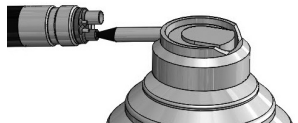

figure 4
2. Insérez la buse dans le conduit d'air d'entraînement de la pièce à main (figure 4) et vaporisez pendant environ trois secondes.